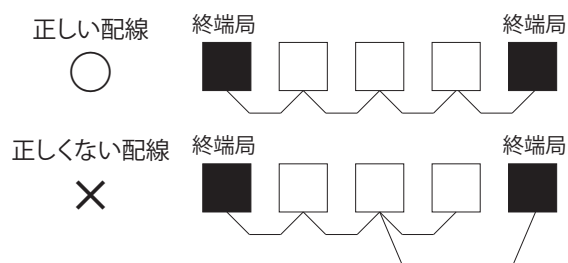

図 5
- ・RS485 の伝送路は、各局間を渡り配線してください。タコ足配線(分岐)はできません。(図 5)